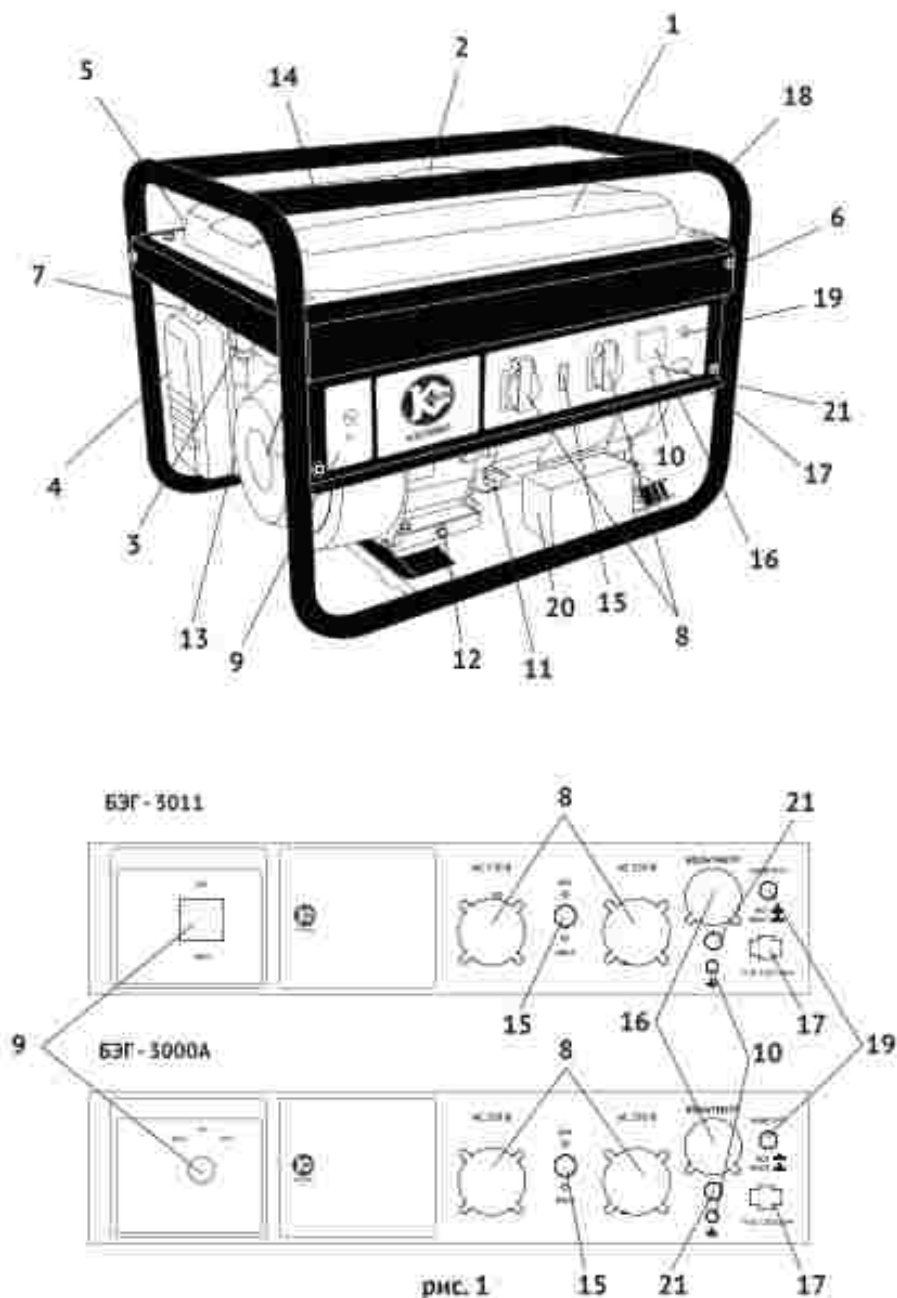

рис. 1
генератора. Передача осуществляется через коническое сопряжение ротора генератора и вала двигателя. При этом образуется самоцентрирующаяся трёхопорная схема соединения. С обмоток статора генератора напряжение подводится: через систему стабилизации на розетки переменного тока (рис.1 поз.8); через выпрямительный блок на розетку постоянного тока (рис.1 поз.17).
2.4 Общий вид бензогенератора и панели управления представлен на рис.1
3.4 Двигатель и генератор закреплены на трубчатой раме (рис.1 поз.18) через амортизаторы, что снижает вибрацию аппарата и уменьшает уровень шума при работе. Все элементы бензогенератора имеют удобный доступ для обслуживания и ремонта.
Электрическая сеть подключения потребителей относится к системе с изолированной нейтралью, предусматривающей защитное заземление открытых токопроводящих частей корпуса. В зависимости от местных условий (состав грунта, его влажность и т.п.) изменяется качество заземления. Во всех случаях защитное заземление должно иметь сопротивление не более 4-х Ом. Во время работы бензогенератора его клемма заземления (рис.1 поз.10) должна быть подсоединена к заземлителю. Практически это требование может быть реализовано следующими способами:
Выкрутите пробку-щуп из маслозаливной горловины (рис.1 поз.11) и залейте в картер масло необходимой марки до нижнего края горловины. Вставьте сухой чистый щуп в горловину картера и извлеките его. Проверьте уровень масла: граница смоченной области щупа должна располагаться между отметками минимального и максимального уровней.
5.3.1 Отключить всех потребителей переменного и постоянного тока от генератора. Перевести автоматический выключатель (рис.1 поз.15) в положение «Выкл».
- перевести выключатель зажигания (рис.1 поз.9) в положение «Вкл»;
- открыть топливный кран (рис.1 поз.3);
- перевести рычаг управления воздушной заслонкой (рис.1 поз.7) в «крайнее левое положение «закрыто» при пуске холодного двигателя (для прогретого двигателя рычаг устанавливается в промежуточном положении);
- медленно потяните рукоятку стартера (рис.1 поз.13) до появления сопротивления, затем резким движением вытяните его до конца, повторите действие еще раз, если двигатель не завелся;
После прогрева двигателя в течение 10-40 секунд (в зависимости от начальной температуры), перевести рычаг воздушной заслонки (рис.1 поз.7) в «крайнее правое положение «открыто».
- перевести выключатель зажигания (рис.1 поз.9) в положение «Выкл» (ключ зажигания модели БЭГ-3000А – в положение «Выкл»);
- закрыть топливный кран (рис.1 поз.3).
- напряжения переменного тока измеряется вольтметром (рис.1 поз.16);